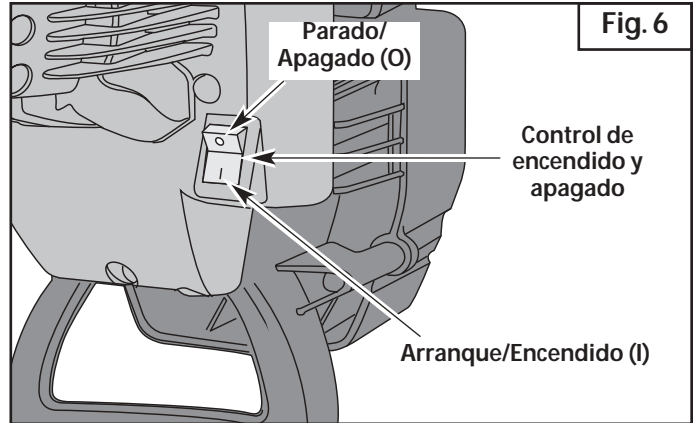

Fig. 6
2. Coloque el control de encendido y apagado en posición de **ENCENDIDO (I)** (Fig. 6).
2. Coloque el control de encendido y apagado en posición de **APAGADO (O)** (Fig.6).